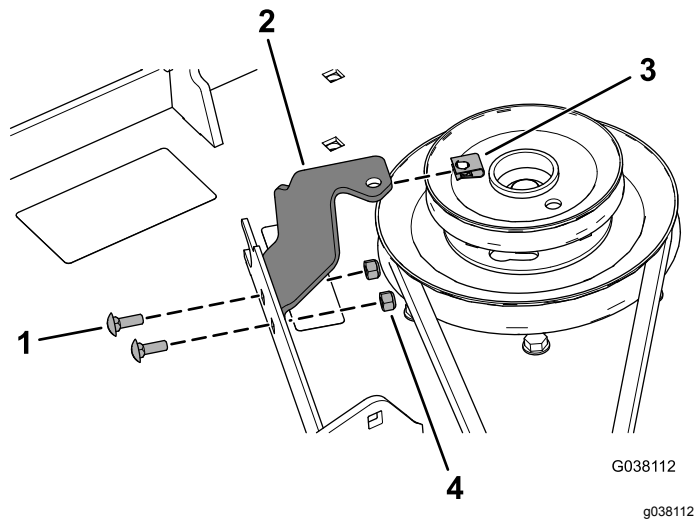

図 14
- デッキにベルトカバーブラケットを取り付けるキャリッジボルト $\frac{1}{4} \times \frac{3}{4}$ "2本とロックナット $\frac{1}{4}$ "2個を使用して図 14のように取り付ける。
- ベルトカバーブラケットに、スピードナットを取り付ける図 14。